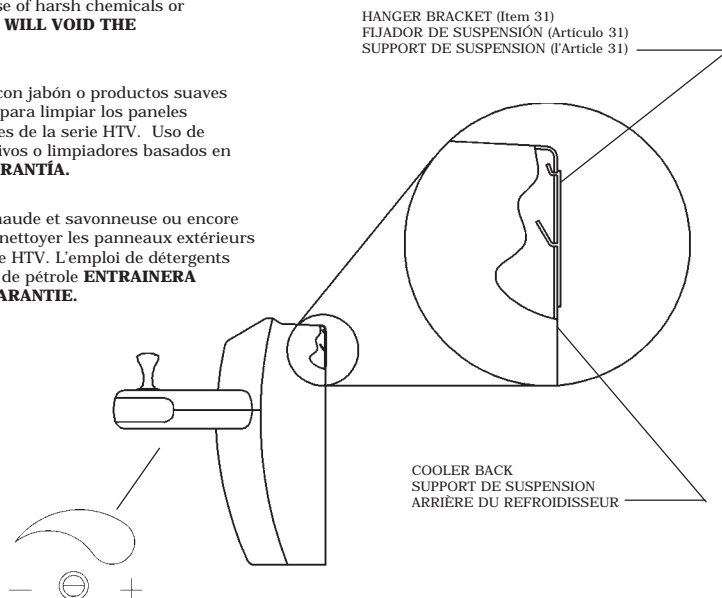
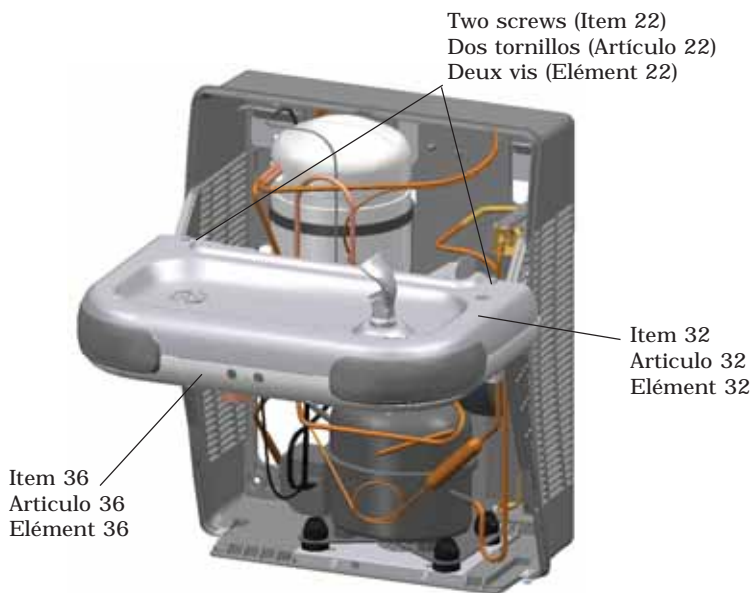
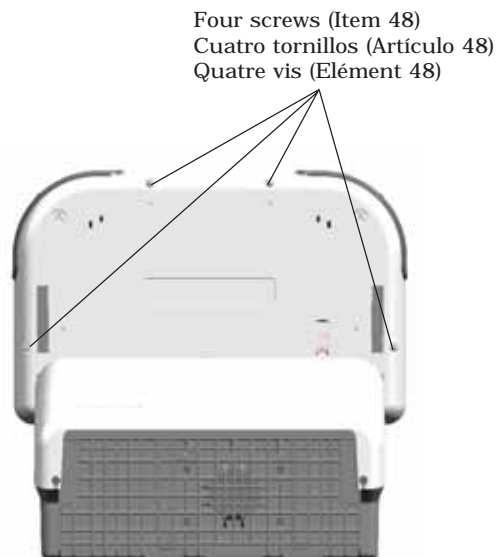
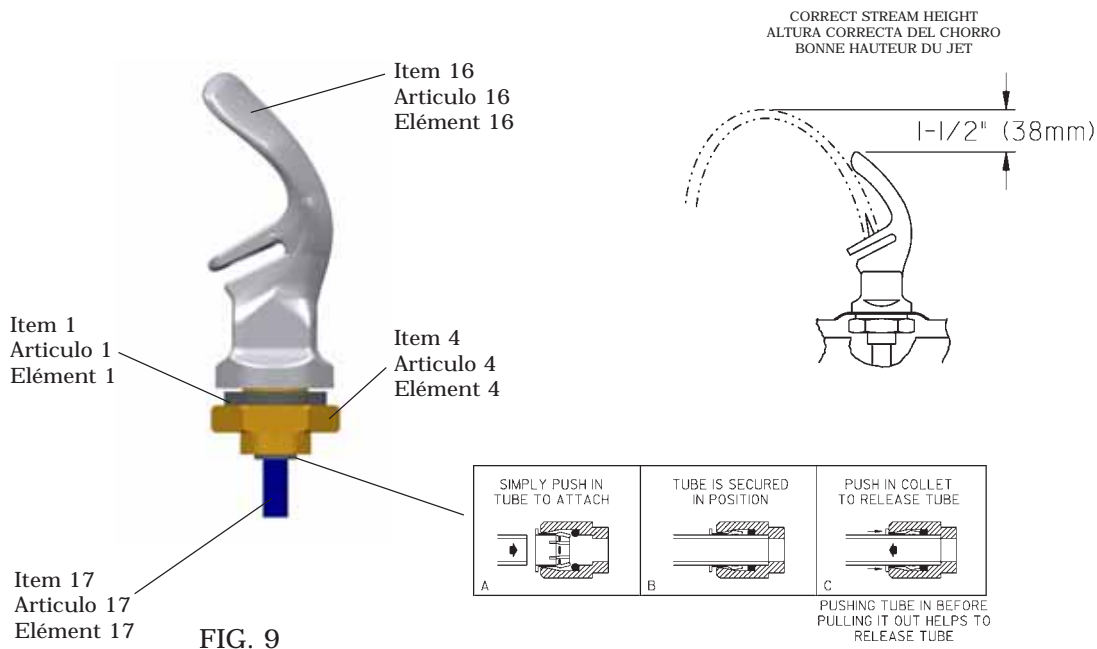

Fig. 3
FIG. 7
FIG. 8
FIG. 9
- 1) Remove the hanger bracket fastened to back of the cooler by removing one (1) screw.
- 2) Mount the hanger bracket as shown in Fig. 2 & Fig 3.
- NOTE:** Hanger Bracket MUST be supported securely. Add fixture support carrier if wall will not provide adequate support. Anchor hanger securely to wall using all six (6) 1/4 in. dia. mounting holes.
- 3) Hang the cooler on the hanger bracket. Be certain the hanger bracket is engaged properly in the slots on the cooler back as shown in Figure 3.
- 9) Stream height is factory set at 35 PSI. If supply pressure varies greatly from this, adjust screw located under dispenser bottom (Item 36). See Fig. 3. CW adjustment will raise stream and CCW adjustment will lower stream. For best adjustment, stream should be 1 1/2" above bubbler hood. (See Fig. 9)
- 1) Quite gancho paréntesis abrochó para apoyar de más fresco quitando uno (1) tornillo.
- 2) Monta el paréntesis de gancho como mostrado en la Fig 2. & Fig 3.
- 9) La altura de la corriente es el conjunto de la fábrica en 35 PSI. Si la presión del suministro varía magníficamente de esto, ajusta el tornillo localizado bajo el fondo de dispenser (Artículo 36). Vea Fig. 3. El ajuste de CW levantará la corriente y el ajuste de CCW bajará la corriente. Para mejor ajuste, la corriente debe ser 1 1/2" encima de capucha de bubbler. (Vea Fig. 9)
- 1) Enlève le crochet de cintre a attaché pour soutenir de plus frais en enlevant celui (1) la vis.
- 2) Monter le crochet de cintre selon la Figure 3.
- 3) Accrochez le refroidisseur au support de suspension. Vérifiez que le support de suspension est correctement inséré dans les fentes situées au dos du refroidisseur comme indiqué sur la Figure 3.
- 9) La hauteur de ruisseau est la série d'usine à 35 PSI. Si la pression de provision varie fort de ceci, ajuster la vis localisée sous le fond de distributeur (l'Article 36). Voir la fig. 3. L'ajustement de CW élèvera l'ajustement de ruisseau et CCW abaissera le ruisseau. Pour le meilleur ajustement, le ruisseau devrait être 1 1/2" au dessus du capuchon de bubbler. (Voir la fig. 9)
To remove the basin (Item 32), remove two screws (Item 22) on top of the basin (Shown in FIG. 7). Then remove the four screws (Item 48) located underneath the dispenser bottom (Item 36) as shown in FIG. 8. Finally pull polytube (Item 17) out of bubbler (Item 16) as shown in FIG. 9. and remove the basin.
Para retirar el estaque (Artículo 32), desmonte los dos tornillos (Artículo 22) de la parte superior del estaque (como se muestra en la Fig. 7). Desmonte luego los cuatro tornillos (Artículo 48) situados debajo de la parte inferior del expendedor (Artículo 36) como se muestra en la Fig. 8. Finalmente, tire de la tubería de polietileno (Artículo 17) para extraerla del grifo (Artículo 16) tal como se muestra en la Fig. 9. y retire el estaque.
Pour retirer le bassin (Élément 32), retirez les deux vis (Élément 22) situés au sommet du bassin (voir Figure 7). Puis retirez les quatre vis (Élément 48) situées sous le distributeur (Élément 36) comme indiqué dans la Figure 8. Enfin tirez le tube poteau (Élément 17) hors du barboteur (Élément 16) comme indiqué sur la Figure 9, puis retirez le bassin.
- Usando un desatornillador con punta pequeña, gire el tornillo de un lado a otro pequeña agujero entre la ver ventana. de ajuste de límites en el sentido de las manecillas del reloj para aumentar el límite y en sentido contrario de las manecillas del reloj para reducir el límite (Vea Fig. 3).
- A l'aide d'un petit tournevis à pointe, effectuez une rotation de la vis de réglage à travers la petit trou entre voir fenêtre dans le sens des aiguilles d'une montre afin d'augmenter la portée, et dans le sens inverse pour la diminuer. (Voir Fig. 3).